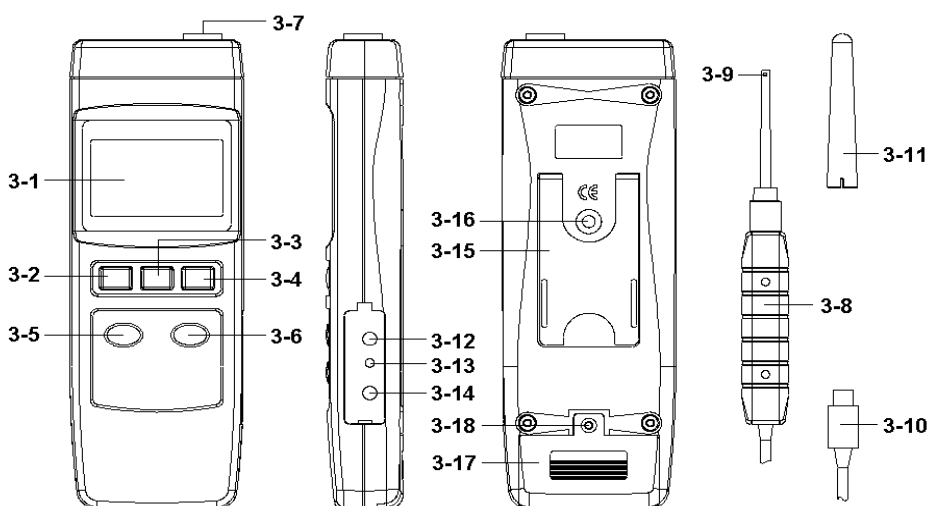

FIG. 1
- 1) Allumez le mesureur appuyant sur la touche "Allumage" (3.2, Fig. 1) une fois, l'écran montera l'image suivante en séquence:
- 2) Appuyez sur la touche "Modo" (3.6, Fig. 1) une fois, l'écran montera l'image suivante en séquence:
* Avant de la mesure, fixez la sonde dans la position exacte, appuyez la touche "ZÉRO" (3-5, Fig. 1.) continuellement au moins pendant deux secondes jusqu'à que l'écran montre la valeur "0", ensuite cessez d'appuyer sur cette touche.
* Appuyer sur la touche "ZÉRO" (3-5, Fig. 1.) à nouveau continuellement pendant au moins deux secondes, l'indicateur "O" disparaîtra et l'écran reviendra à la valeur "non zéro" (montrera la valeur mesurée du champ magnétique).
Pendant la mesure, appuyez une fois sur la touche "Hold" (3-3, Fig. 1.) et vous maintiendrez la valeur mesurée et le symbole "HOLD" apparaîtra sur l'écran.
* La fonction de registre de données enregistre les fonctions maximum et minimum. Appuyez une fois sur la touche "REC" (3-4, Fig. 1) pour initier la fonction d'enregistrement de données et le symbole "REC" apparaîtra sur l'écran.
a) Appuyez sur la touche "REC" (3-4, Fig. 1.) une fois, le symbole "REC MAX." avec la valeur maximum apparaîtra sur l'écran.
Si vous souhaitez éliminer la valeur maximum, vous devez appuyez sur la touche "Hold" (3-3, Fig. 1.) une fois, ensuite l'écran montrera seulement le symbole "REC" et exécutera la fonction de mémoire d'une façon continue.
b) Appuyez sur la touche "REC" (3-4, Fig. 1.) à nouveau, le symbole "REC. MIN" avec la valeur minimum apparaîtra sur l'écran.
Si vous souhaitez éliminer la valeur minimum, vous devez appuyez la touche "Hold" (3-3, Fig. 1.) une fois, ensuite l'écran montrera le symbole "REC" et ensuite exécutera la fonction de mémoire de façon continue.
Appuyez la touche "SET" (3-6, Fig. 1.) continuellement au moins pendant deux secondes, vous accéderez au mode "Configuration avancée" et ensuite, appuyez sur la touche "SET" (3-6, Fig. 1) à nouveau, attendez un moment et ensuite, sélectionnez la fonction deux, l'écran inférieur montera:
- 1) Utilisez la " touche AC/DC " (3-5, Fig. 1) ou la " touche MODE "(3-6, Fig. 1) pour sélectionner la valeur maximum depuis " OUI " ou " NON ".
- 2) Après avoir sélectionnée la fonction souhaitée (OUI ou NON), appuyez sur la "touche REC" (3.4, Fig. 1) pour garder la fonction d'une façon prédéterminée.
- 1) Utilisez la touche "AC/DC" (3.5, Fig. 1) ou la touche "MODE" (3-6, Fig. 1) pour sélectionner avec l'indicateur d'écran "mT" ou "G".
- 2) Après avoir sélectionnée l'unité (mT ou G), appuyez sur la touche "REC" (3-4, Fig. 1) pour garder la fonction de configuration d'une façon prédéterminée.
L'appareil possède une interface de série RS232 de PC avec un terminal de 3,5 mm (3-11, Fig. 1.). La sortie de données est un flux de 16 chiffres que peuvent être utilisées pour l'application spécifique de l'utilisateur. Un câble RS232 avec la connexion suivante sera nécessaire pour connecter l'appareil avec le port de série du PC.